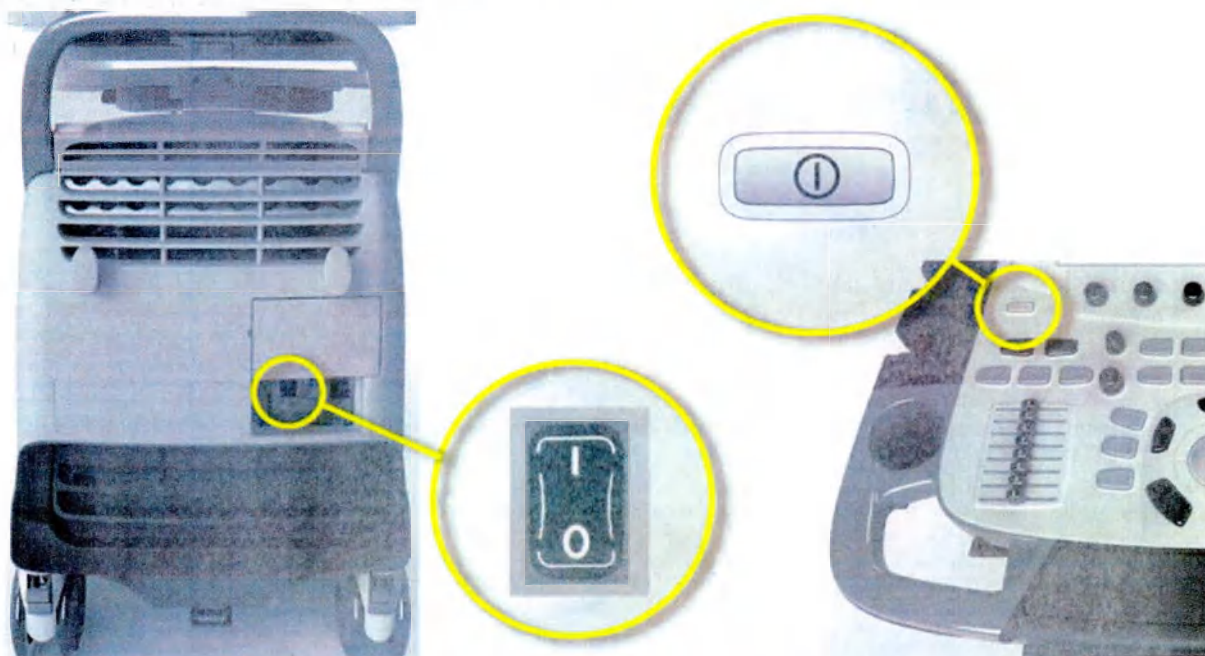

Рис. 3-21. Автоматический выключатель и кнопка включения/выключения
1. Переведите автоматический выключатель на задней панели системы в положение включения (см. Рис. 3-21).
2. Нажмите кнопку включения/выключения в верхней левой части панели управления (см. Рис. 3-21).